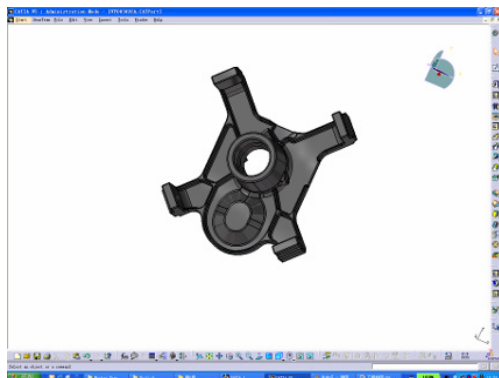

图 6-502
- » 步骤 02 选择 File→Open→VY003692A.CATPart 命令，打开三维文件，如图 6-502 所示。